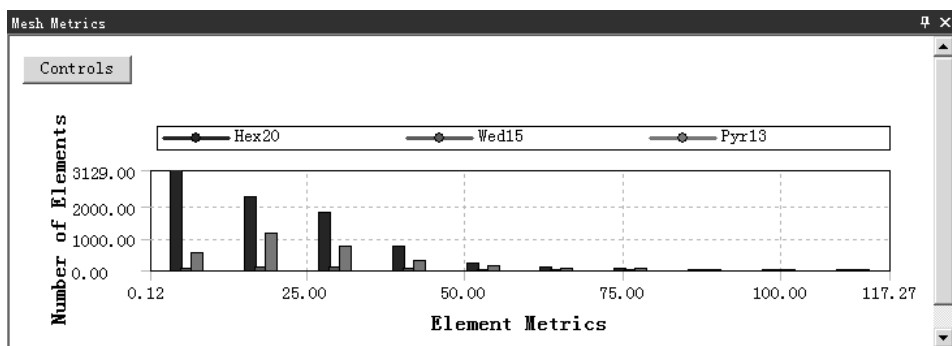

图 5.4.18 检查结果统计图表（五）
- ◆ Parallel Deviation（平行偏差）。通过对边矢量的点积进行计算，并利用其中的余弦值求出最大夹角；其 Parallel Deviation 为 0 最好，表明两对边平行。选择此选项后，在信息栏中打开图 5.4.18 所示的检查结果统计图表（五）。